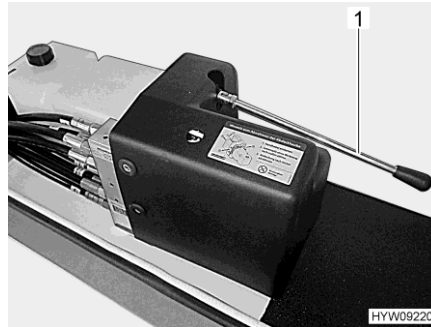

Bild 48 Hebel (Notbedienung)
- Hubstütze mit Handpumpe einfahren. Dazu mit dem Hebel (Bild 48,1) pumpen, bis die Hubstütze eingefahren ist.